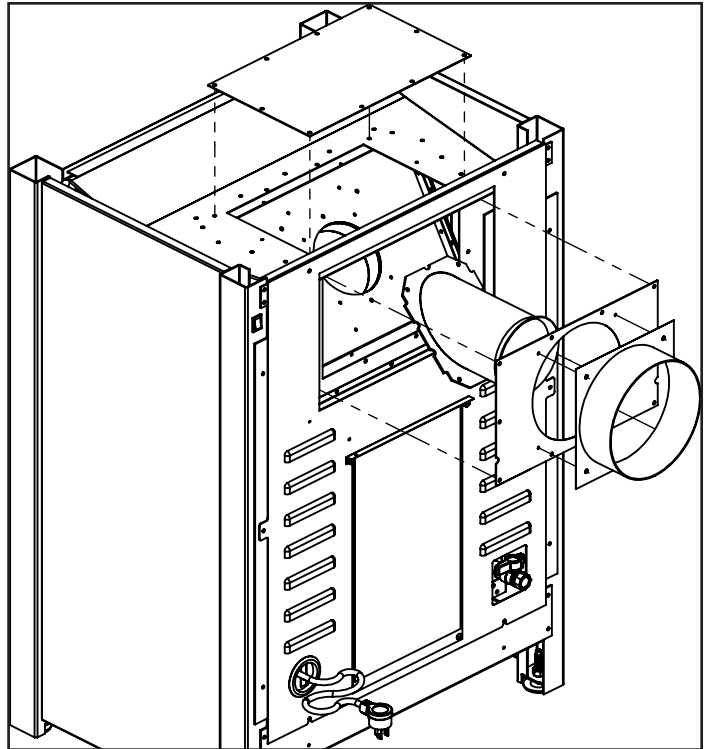

Figure 19. Conversion de ventilation - Étape 3
**Étape 3:** Mettez les pièces retirées autour comme le montre la figure 19 et réinstallez les 28 vis. Pour installer correctement la plaque de base garder l'encoche de positionnement de chaque côté au fond. A noter également l'embout d'échappement utilise un ensemble de trous inférieur lorsque la configuration d'évent arrière.